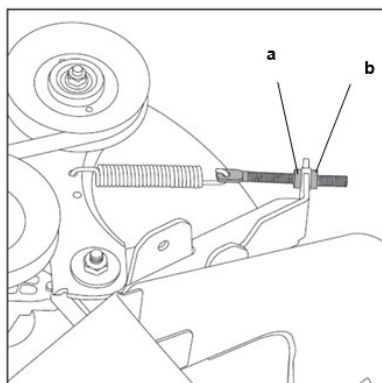

Fig. 26
1. El cable de la plataforma de corte viene configurado de fábrica sin roscas expuestas detrás de la contratuerca (b). (Fig. 26)